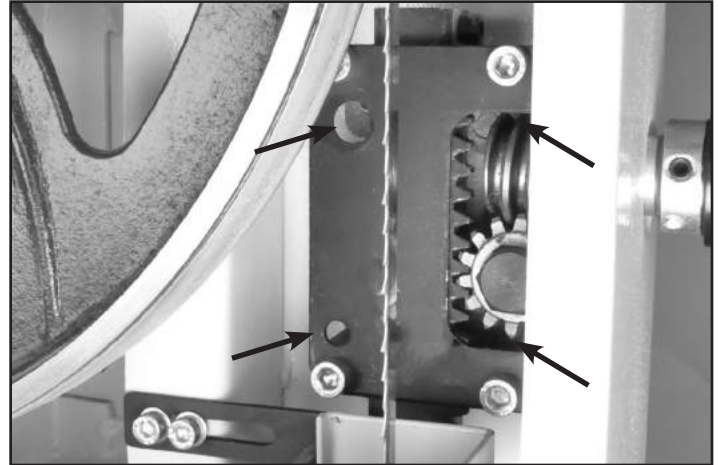

FIGURE 31
3. Ouvrez la porte supérieure et abaissez le garde-lame complètement vers le bas de la table pour pouvoir accéder au support du guide (#4C). Fig. 31.
5. Il y a aussi quatre vis de réglage (#5C) à l'arrière du support au guide près des coins. Si le poteau de garde a besoin d'être légèrement incliné vers l'avant ou vers l'arrière de la table, ou même être tordu selon un angle, faites l'ajustement avec ces vis. Fig. 31.